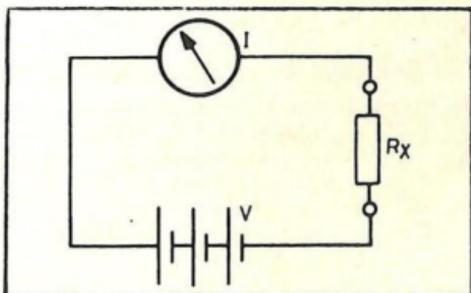

Fig. 1.-Legge di Ohm:  $R_x = V/I$ .
**U**n galvanometro è uno strumento in grado di misurare direttamente solo valori di intensità di corrente. Con un piccolo artificio è possibile utilizzarlo anche per misure di resistenza. Se su di una resistenza di valore non noto si applica una tensione di valore conosciuto, misurando la corrente che lo attraversa si potrà conoscerne il valore, per via della *legge di Ohm* che dice:  $R_x = V/I$  (Fig. 1).